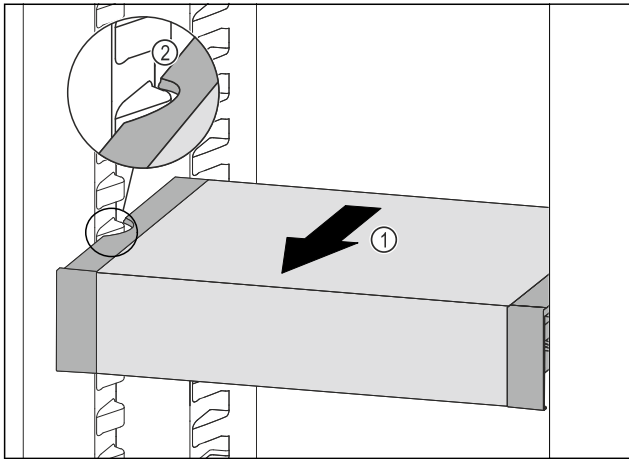

Fig. 114
- ▶ Изтеглете VarioSafe напред Fig. 114 (1), докато страничните прорези на VarioSafe се намират на височината на реброто на съда в хладилната част. Fig. 114 (2)